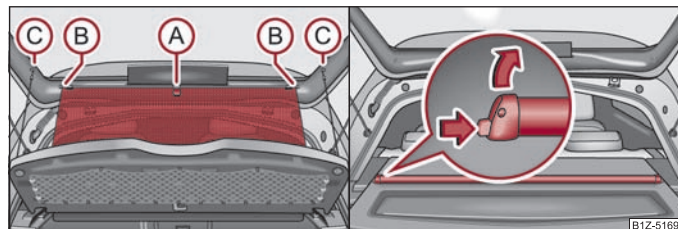

Fig. 49 Desfacerea / demontarea ruloului parasolar
- Trageți ruloul parasolar de curelușă ① și agățați-l în suportul ② ⇒ fig. 49.